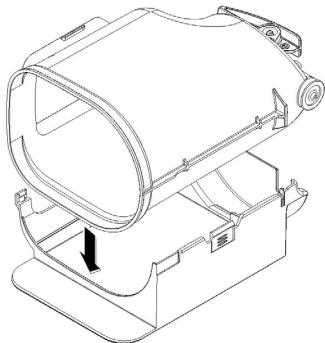

figure 11
- 1** Poser la partie droite de l'habillage sur un plan de travail. Mettre la cuve à l'intérieur .(voir figure 11).